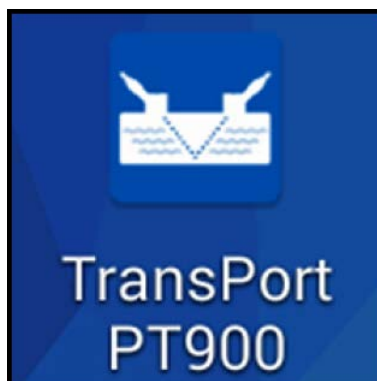

图 58: PT900 APP 图标
1. APP 下载到您的平板电脑之后，请在平板电脑众多 APP 中找到如下面 图 58 所示的图标，单击它启动该 APP。